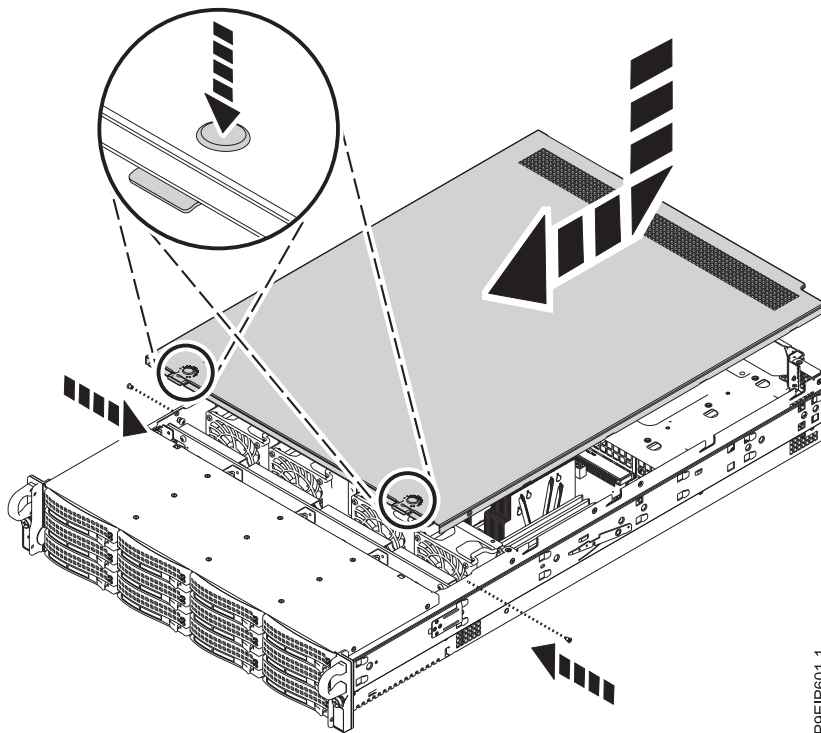

Figura 107. Substituindo e prendendo a tampa
2. Deslize a tampa para frente até que ela trave no lugar, conforme mostrado na Figura 107 na página 105.